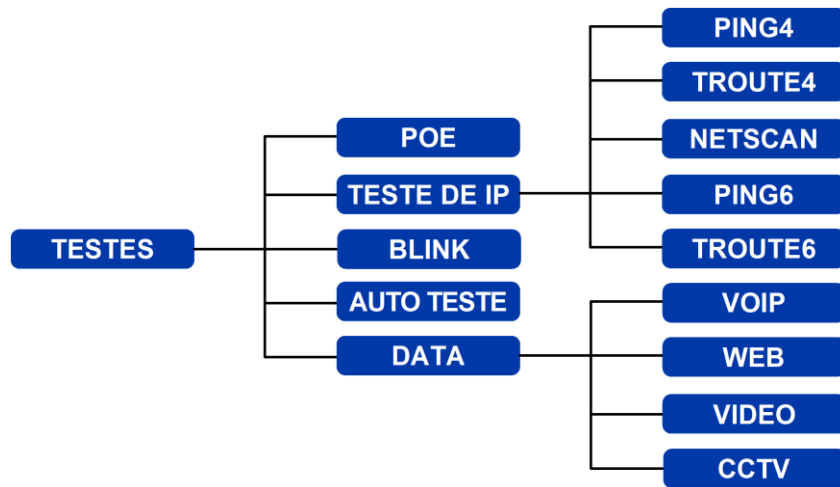

Fig 17 Mapa de Menu de Testes - Teste de Ethernet (3)
(3) Quando uma Unidade Remota SignalTEK II for detectada através de rede ativa, a barra de informações lerá "Ethernet". Quando o ícone TESTES (TESTES) é selecionado, os testes de Ethernet mostrados no mapa de menu da Fig 17 estão disponíveis.